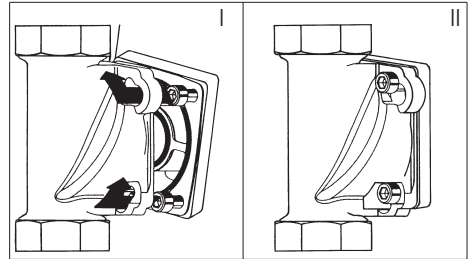

Abb.3: Einbaudrehflansch mit Bajonett
- Die vier Flanschschrauben in die Bajonettbohrung am Einbaudrehflansch stecken (siehe Abb.3:I).
- Die Hauswasserstation im Uhrzeigersinn bis zum Anschlag drehen (siehe Abb.3:II).